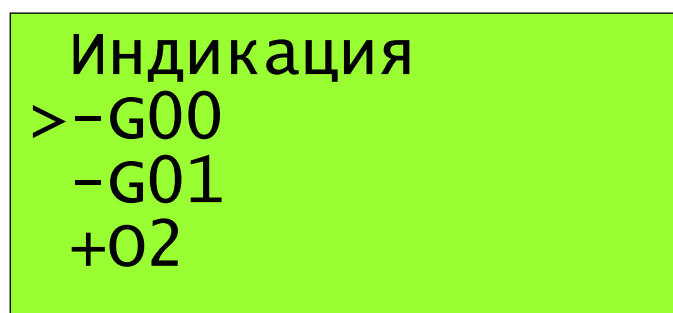

*Рис. 11*
6.3.1. Вход в режим **Главного меню** из режима «Измерение» производится нажатием клавиши «**Esc**» на клавиатуре контроллера ИКТС-11. Соответствующий вид ЖК индикатора показан на *Рис. 11*.